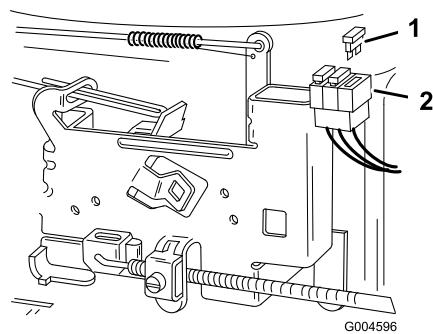

Bild 31
1. Ziehen Sie die Sicherung nach oben (Bild 31), um sie aus der Fassung zu entfernen.